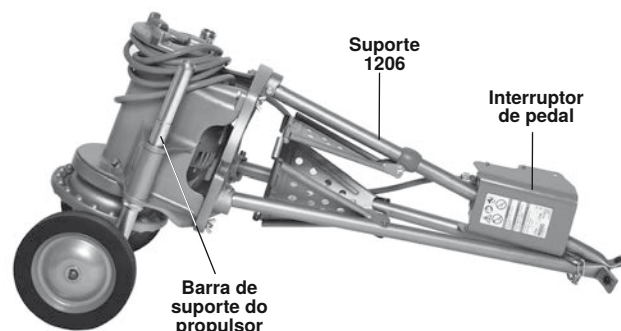

Figura 29 – Máquina preparada para transporte com o transportador n.º 32
5. Enrole o cabo de alimentação e empurre a cobertura do interruptor de pedal sobre uma perna como ilustrado na *figura 29*.